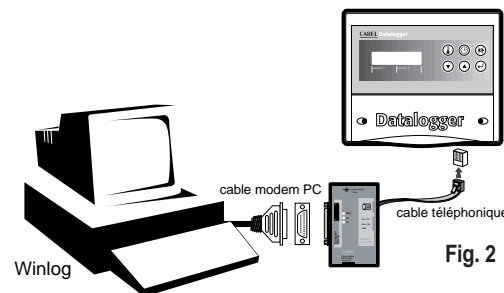
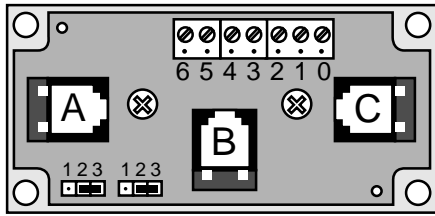
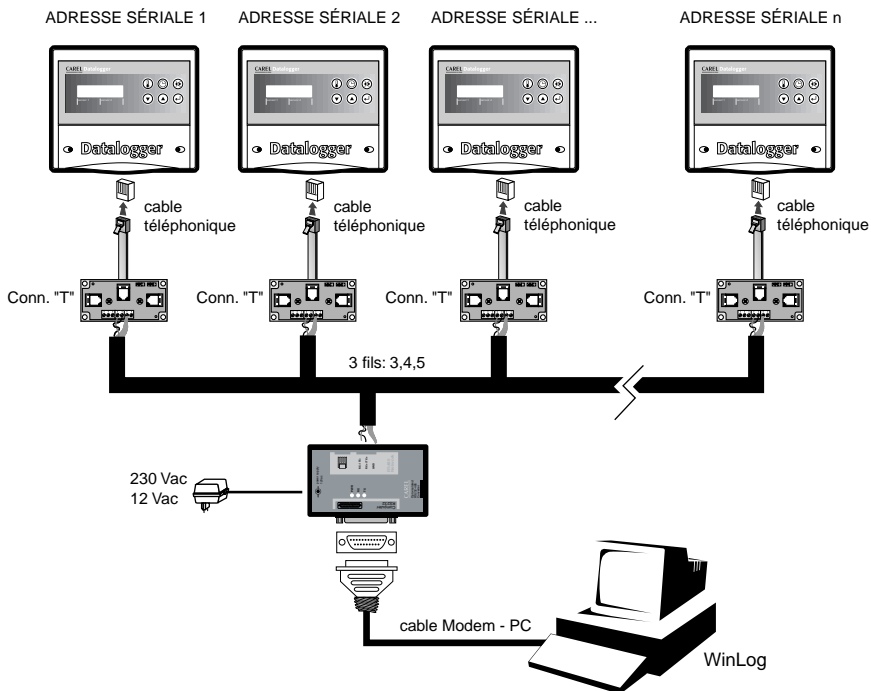

Fig. 2
Fig. 3
Fig. 4
L'alimentation peut provenir d'un Datalogger branché (dans la configuration comme celle de la Fig. 2) ou bien peut provenir de l'extérieur par le transformateur (dans les connexions comme celle de la Fig. 4, dans laquelle on emploie des câbles à 3 fils).
sur la Fig. 2 on a reporté le branchement d'un seul Datalogger au PC grâce au convertisseur RS485-RS232. Dans ce branchement le transformateur ne sert pas car le convertisseur est alimenté directement par ce même Datalogger. Le transfert de données fonctionne selon la modalité half-duplex. La vitesse de transmission est égale à 38,4 Kbaud et, tenant compte des pauses introduites par le protocole de communication du Datalogger, celle-ci correspond à moins de 4 minutes pour 1 année de données.
**Connecteur en "T"**: (code TCONN6J000) permet d'établir l'interface d'un Datalogger à un réseau possédant plusieurs Dataloggers, vu qu'il est équipé de trois connecteurs téléphoniques RS485 (Fig. 3), deux à "l'entrée" et un à la "sortie" et d'une boîte à bornes où l'on peut accéder aux fils de réception, de transmission et à la masse de la porte de série. Dans le paragraphe sur les réseaux, on a reporté des exemples de branchement (Fig. 4 et 5).